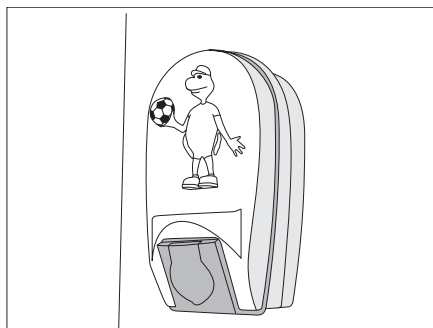

Fig. 181 Lampada del lettino
- Comprimere leggermente la copertura della lampada del lettino (Fig. 181) ed estrarla.